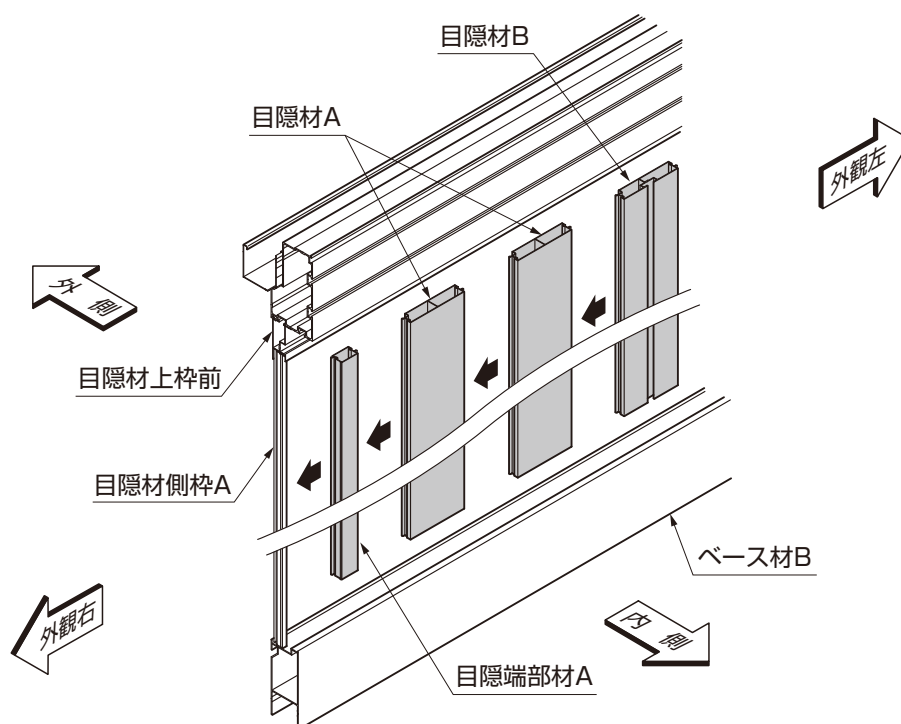

図5-1 目隠材の取付け
- ①目隠端部材Aを、目隠材側枠Aにはめてください。(図5-1参照)
- ②目隠端部材Aに、目隠材Aをはめてください。(図5-1参照)
- ③各サイズごと、目隠材A・目隠材Bをはめてください。